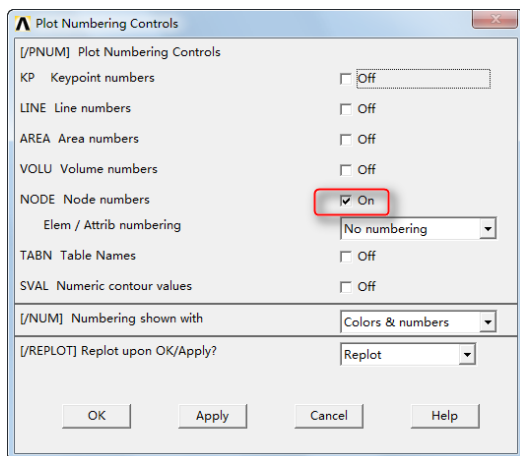

图 16-13 “Plot Numbering Controls”对话框
⑨打开结点编号显示: Utility Menu > PlotCtrls > Numbering, 弹出如图 16-13 所示的“Plot Numbering Controls”对话框。选择“Node number”复选框为“ON”, 单击“OK”按钮。
⑩生成第 1 个单元: Main Menu > Preprocessor > Modeling > Create > Elements > Auto Numbered > Thru Nodes 命令, 弹出一个拾取框, 拾取编号为 1 和 2 的节点, 单击“OK”按钮。